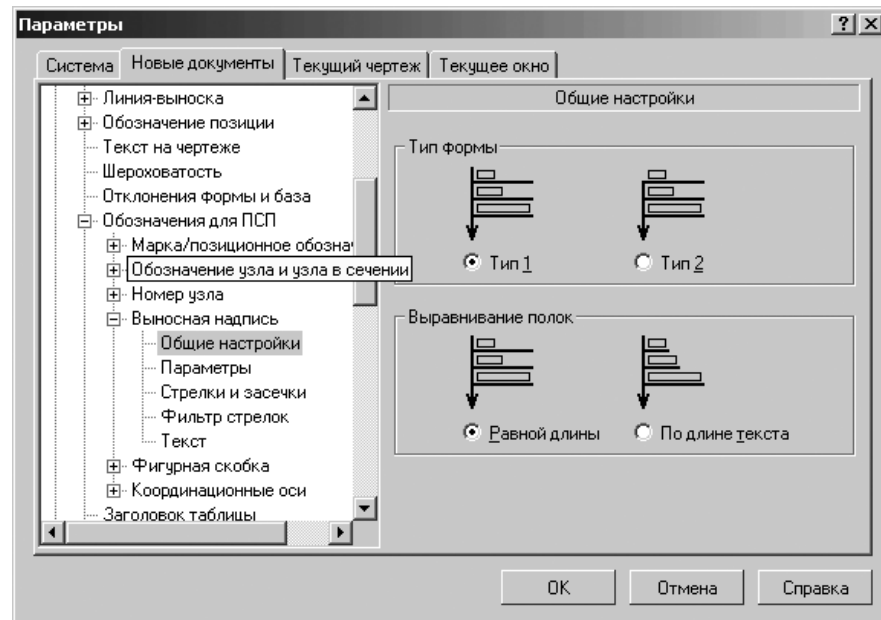

Рис. 10.61. Диалоговое окно **Параметры** с открытой вкладкой **Новые документы** и панелью **Общие настройки**
- щелкните в списке настраиваемых элементов **+** **Выносная надпись** по пункту **Общие настройки**. В правой части появится панель **Общие настройки**, показанная на рис. 10.61.